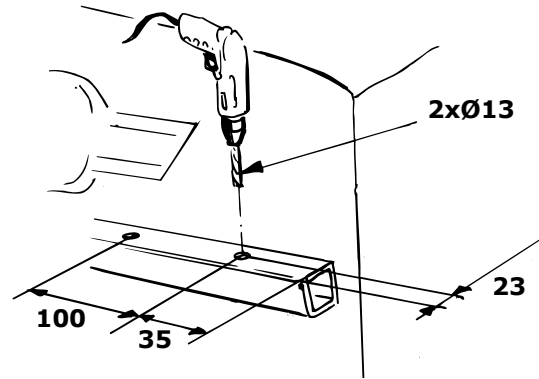

Figure 2.2
- 1 Namontujte travní výsevní skříň podle obrázku a připevněte ji s pomocí šroubů (A). Na strojích s výrobním číslem -1500 je nutné nejprve vyvrtat otvory podle "Figure 2.2" pro montáž držadel.